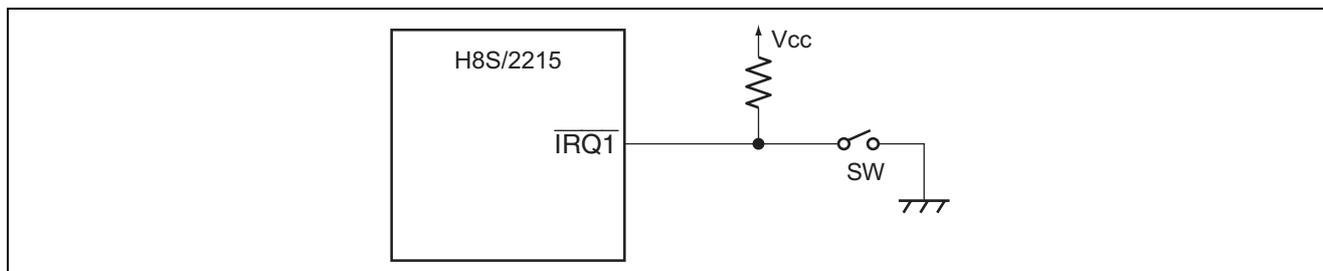

図 1 $\overline{\text{IRQ1}}$ 入力端子へのスイッチ接続例
- 図 1 に、 $\overline{\text{IRQ1}}$ 入力端子へのスイッチ接続例を示します。